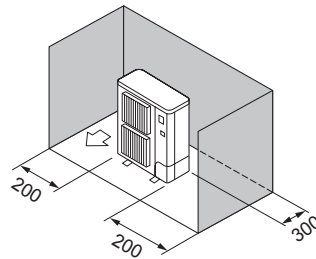

Fig. 2-8
- ③ Takistused ainult taga ja külgedel (Fig. 2-8)